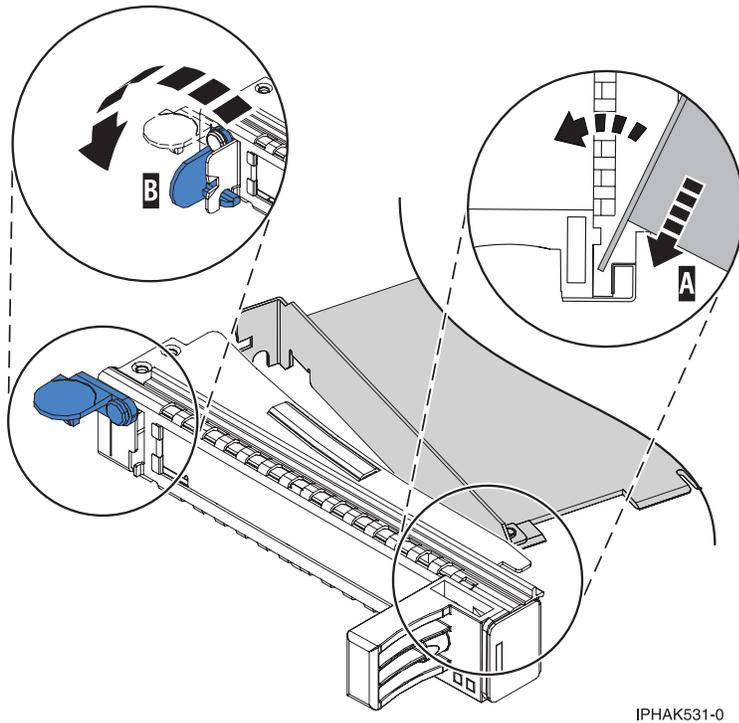

Figura 40. Adaptador removido do cassete de largura única do adaptador PCI
- a. Com o grampo do suporte sobre trilhos na posição aberta, insira firmemente o adaptador no canal de retenção do suporte sobre trilhos (A). Consulte Figura 40 na página 57.
c. Feche o grampo do suporte sobre trilhos (B). Consulte Figura 40.